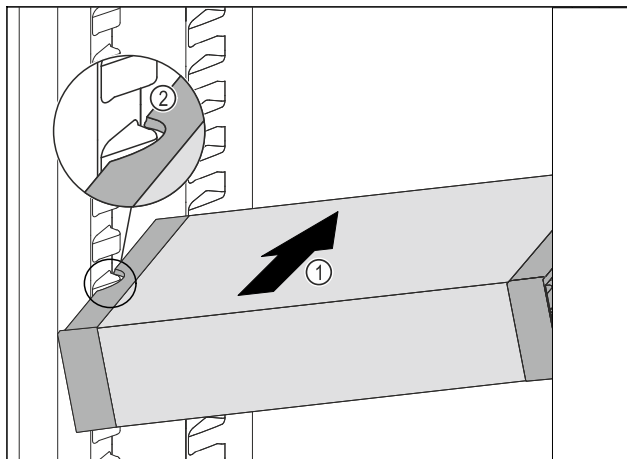

Fig. 122
- ▶ VarioSafe gurajte koso u hladnjak Fig. 122 (1) sve dok se bočni otvori Fig. 122 (2) ladice VarioSafe ne nađu na visini žlijeba spremnika u hladnjaku.